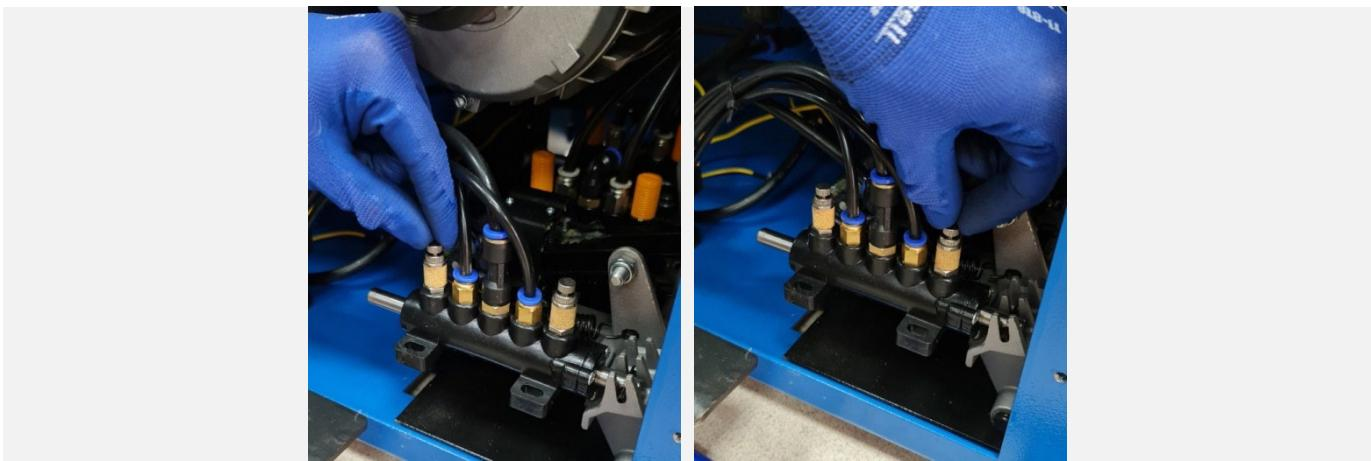

Рисунок 62
**11.7.2** Поворачивая пневмодроссель с глушителем, расположенный на пневматическом распределителе, управляющим движением монтажной колонны (см. Рисунок 62), установить требуемую скорость (плавность) откidyивания и возврата в рабочее положение монтажной колонны.